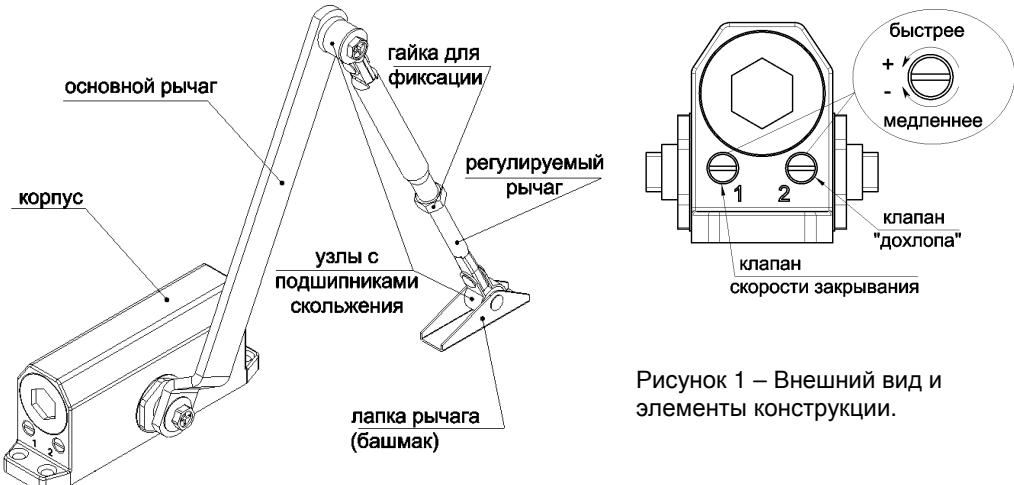
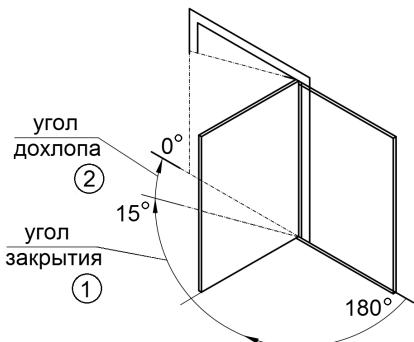

Рисунок 1 – Внешний вид и элементы конструкции.
Рисунок 6 – Регулируемые зоны закрывания двери.
Первый отвечает за регулировку скорости движения (см. рисунок 1), **второй используется для плотного закрывания двери** – так называемого «дохлопа», - это ускорение движения двери непосредственно перед закрытием, для преодоления сопротивления воздуха, резиновых уплотнителей или защелки замка.
- Сценарий, по которому дверь будет **закрываться** в двух зонах (см. рисунок 6), можно регулировать клапанами 1 и 2 (см. рисунок 1) при помощи отвёртки, соблюдая меры безопасности. Первая – начальная, диапазон которой колеблется в пределах 180-15 градусов. Вторая – конечная, которая приходится на оставшиеся 15-0 градусов. При этом скорость и усилия во второй зоне должны быть немного большими для того, чтобы дверь захлопнулась.